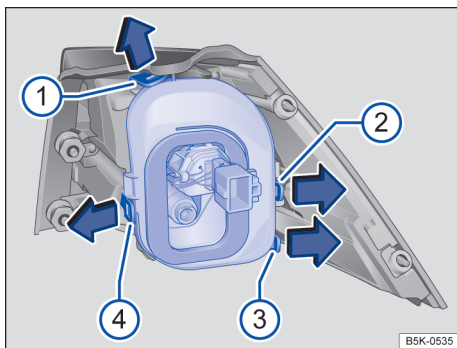

Fig. 188 Lanterna traseira na carroceria: desinstalação do suporte da lâmpada. 1 a 4 linguetas de travamento. ▶
- 1 Para destravar o suporte das lâmpadas, pressione cada lingueta de travamento → Fig. 188 ① a ④ no sentido das setas.